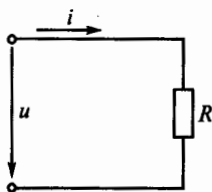

Рис. 65
**3.2.** Напряжение на зажимах цепи с активным сопротивлением  $R$  (рис. 65) изменяется по закону  $u = 220 \sin(314t + \pi/4)$ . Каков закон изменения тока в цепи, если  $R = 50$  Ом?